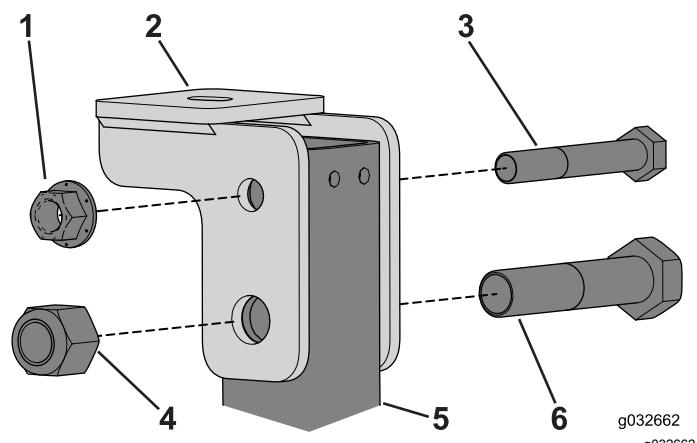

Figura 71
2. Utilice los pernos ($\frac{1}{2}$ " x $3\frac{1}{4}$ " y $\frac{3}{4}$ x $3\frac{1}{2}$ ") para instalar provisionalmente el soporte de montaje de la cabina en cada lado del tubo del ROPS (Figura 71).
6. Apriete los pernos y las tuercas que sujetan los soportes de montaje de la cabina a los postes del ROPS (Figura 71).